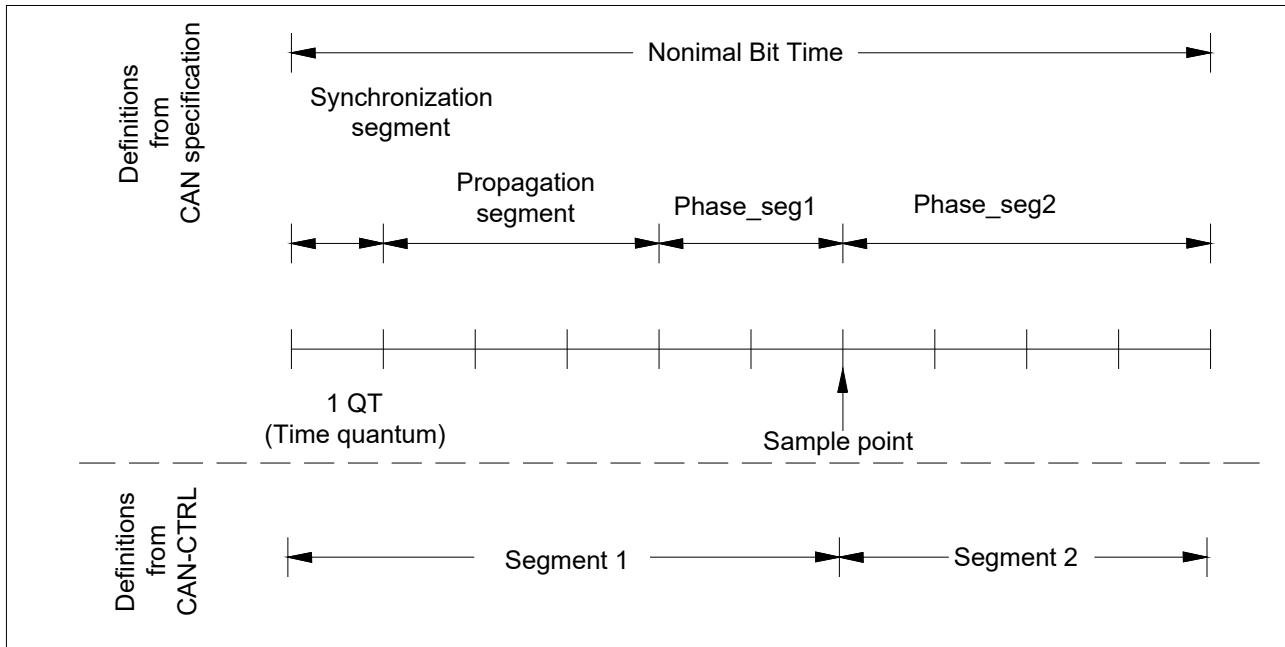

图 30-2 CAN 位时间定义图
- 1) 若 BT 寄存器的 PRESC 位设定 $\geq 1$  时，参考图 30-2 的 sample point 所示，采样点位于 segment1 和 segment2 的分界点上；